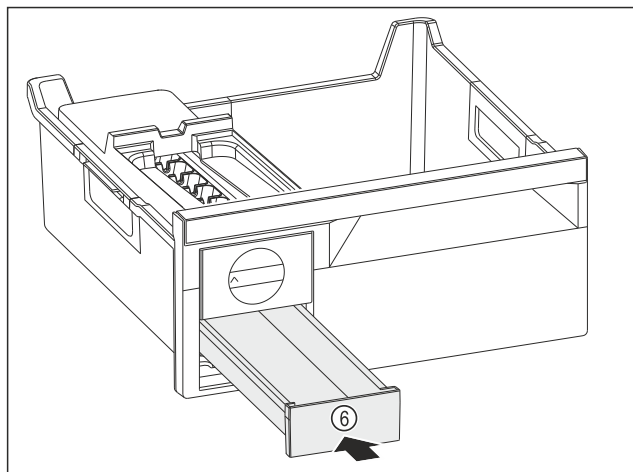

Fig. 110
- Eiswürfelschubfach Fig. 110 (6) einschieben.